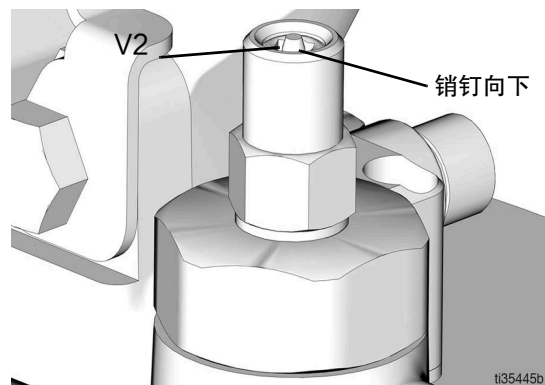

图 14
1. 拔出并长时间握住加注阀泄压旋钮 (FF)，释放加注阀 (EE) 和自动加注截止阀 (V) 之间的管路压力。
2. 检查自动加注关闭销钉 (V2) 向下，指示其重置 (图 14)。